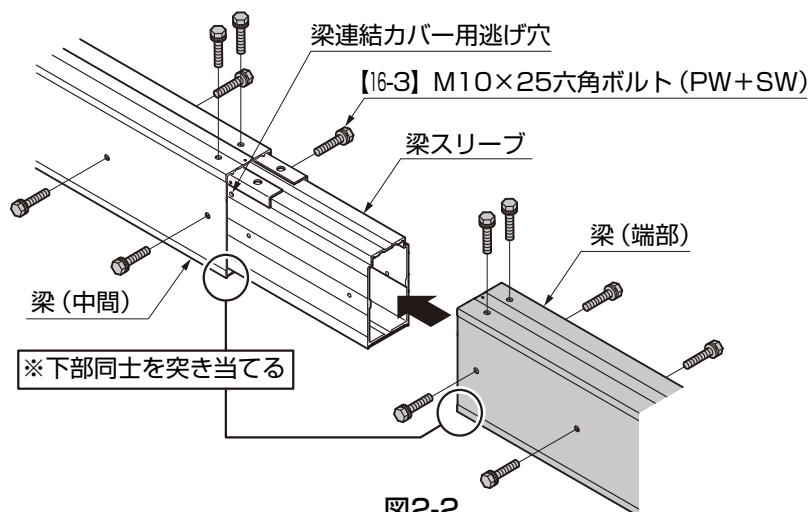

図2-2
- ③ 梁（端部）を梁スリーブに挿入し【16-3】で連結してください。(図2-2参照)